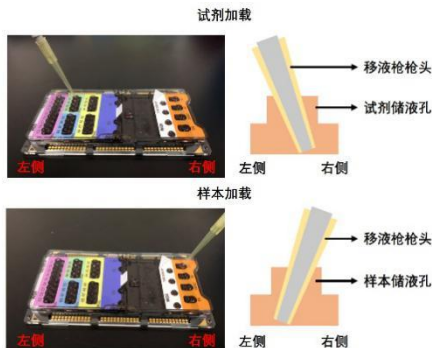

图 16
- 3.使用移液枪加载样本到制备卡时，要把移液枪插到底，并且倾斜移液枪大概 30° ，使出液方向指向制备卡的左侧；使用移液枪加载试剂到制备卡时，要把移液枪插到底，并且倾斜移液枪大概 30° ，使出液方向指向制备卡的右侧（如图 16）。